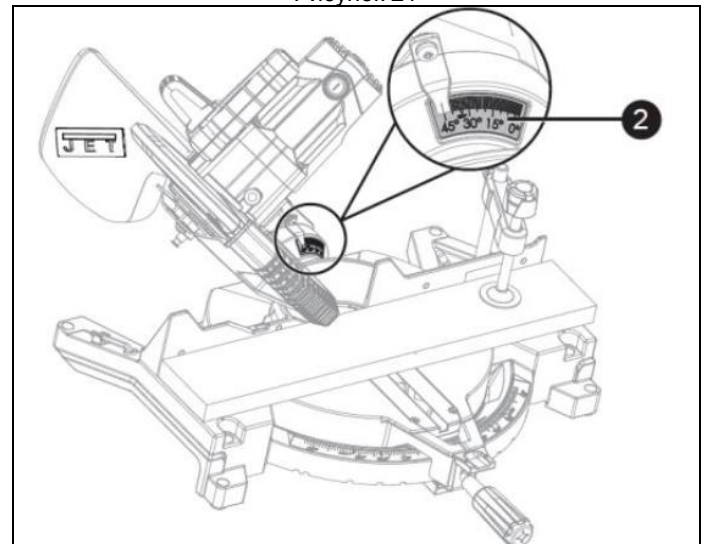

Рисунок 22
5.4 Комбинированный рез (Рис.22А)